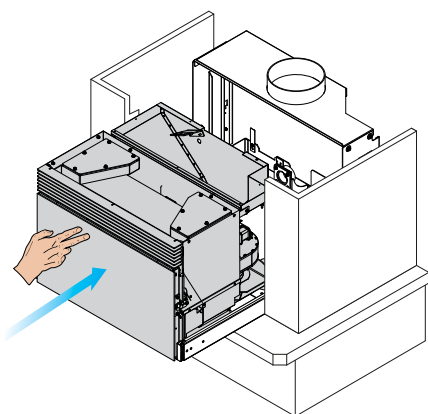

Abb. 6.1.12
- 12) Schieben Sie das Gerät bis zum Anschlag auf die Schienen. (Abb. 6.1.12)